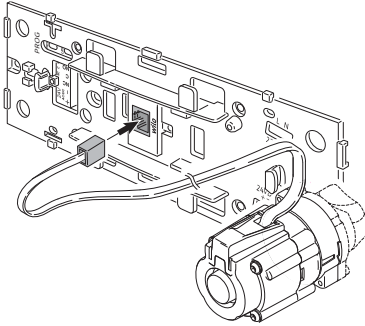

Fig. 24: Pumpenkabel am Modul Heatfixx aufstecken
- Das Pumpenkabel am Modul Heatfixx aufstecken (Fig. 24)